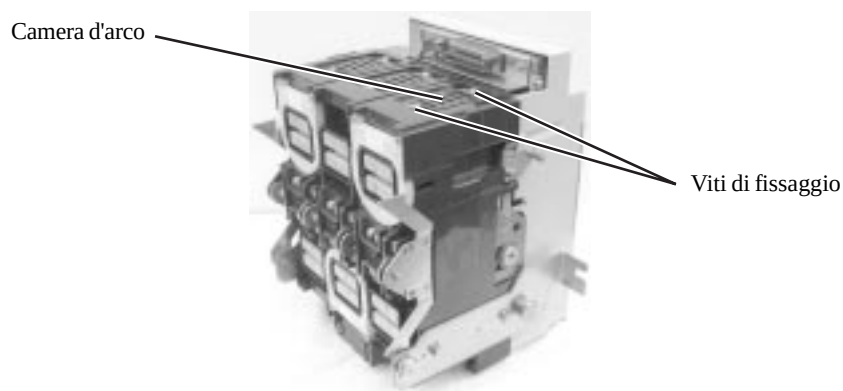
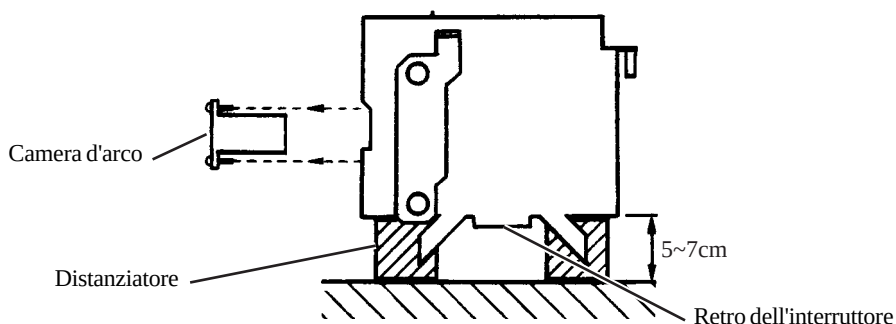

Fig. 15 Camere d'arco (nella parte superiore dell'interruttore)
Fig. 16 Rimozione delle camere d'arco inferiori
- Ogni polo ha due camere d'arco, nella parte superiore e inferiore dell'interruttore. La Fig. 15 mostra le camere d'arco nella parte superiore. La Fig. 16 mostra le camere d'arco nella parte inferiore.
- Quando si rimuovono o si installano le camere d'arco nella parte inferiore dell'interruttore, assicurarsi di appoggiare con attenzione l'interruttore come illustrato in Fig.16. Utilizzare un distanziatore o simile per sostenere l'interruttore in modo da evitare di esercitare una forza sulle sporgenze situate sul retro.